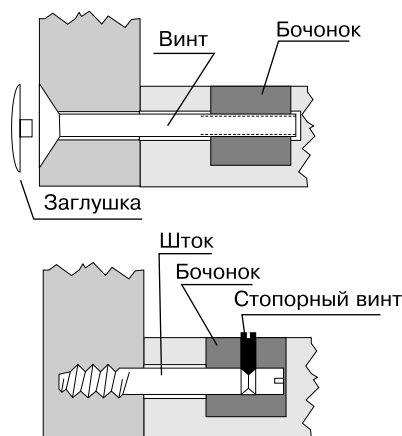

Рис. 2.6
- ❖ **Стяжка винтовая или стяжка-бочонок**, — состоит из двух частей: винта и бочонка — цилиндрической детали с поперечным резьбовым отверстием (рис. 2.6). На боковой поверхности изделия всегда видна головка винта, которая обычно закрывается пластмассовой заглушкой, а на пласти сопрягаемой детали — торец бочонка, который также можно замаскировать заглушкой.